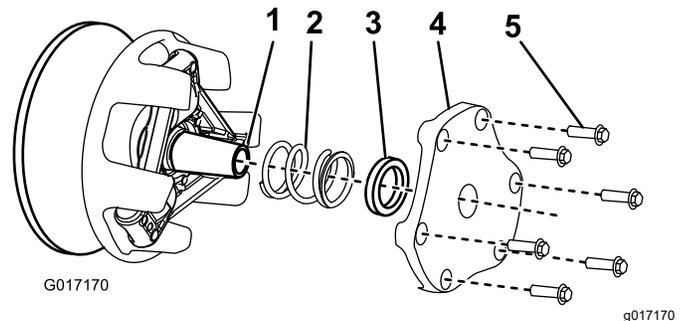

Figura 54
4. Riponete il carter, il distanziale e la molla (Figura 54).